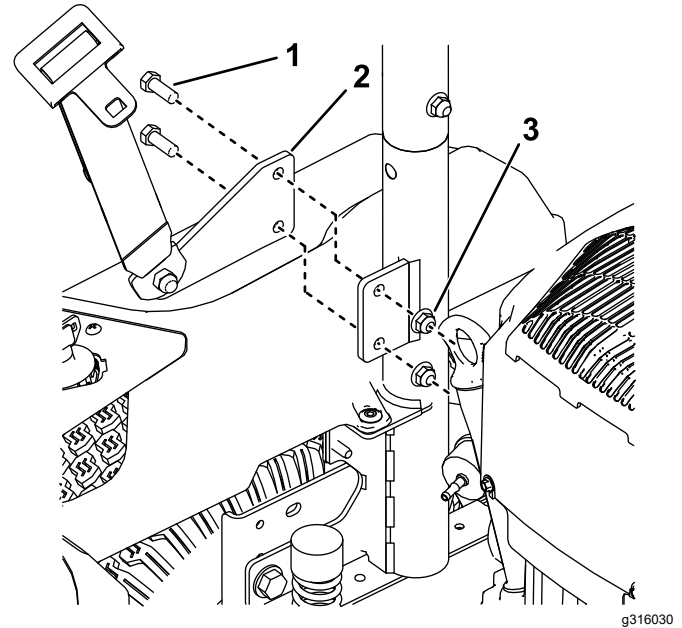

Bild 13
2. Montieren Sie die Sicherheitsgurthalterungen an den Außenseiten der Halterungen des Überrollschutzes (**Bild 13**).
5. Befestigen Sie die linke Halterung der Verkleidung mit zwei selbstschneidenden Schrauben (5/16" x 3/4") am Maschinenrahmen, wie in Bild 13 dargestellt.